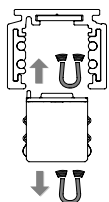

Fig. 1a
- versione magnetica: gli adattatori sono provvisti di magneti permanenti, che li calamitano alla lamina metallica presente all'interno del binario (Fig. 1a).